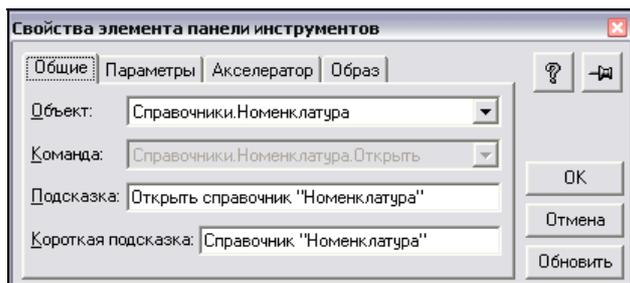

Рис. 5.81. Свойства элемента панели инструментов
- **Состав панели.** Список кнопок на выбранной панели инструментов. По сути говоря, представляют собой команды языка программирования 1С, привязанные к кнопкам. Например, **Справочники.Валюты.Открыть**. Кнопки добавляются нажатием кнопки **Добавить**, **Редактируется** — двойным щелчком по выбранной. Окно свойств кнопки показано на рис. 5.81.